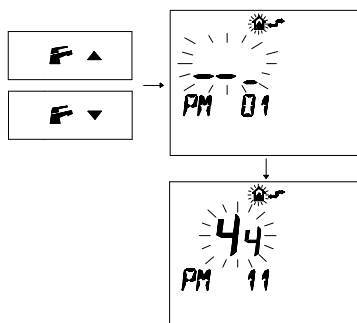

Figura 5.39
- Premere i pulsanti F o F per visualizzare la programmazione "PM11" della postcircolazione pompa (Figura 5.39).